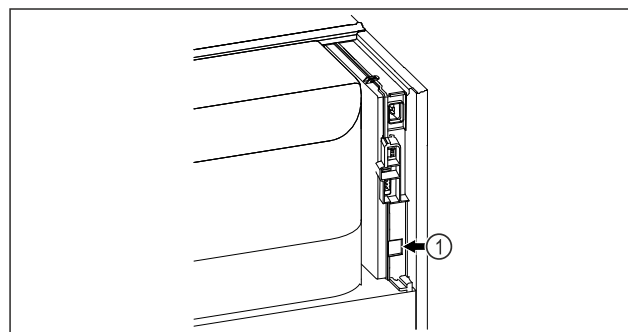

Fig. 90
- Le SmartModule Fig. 90 (1) est installé.